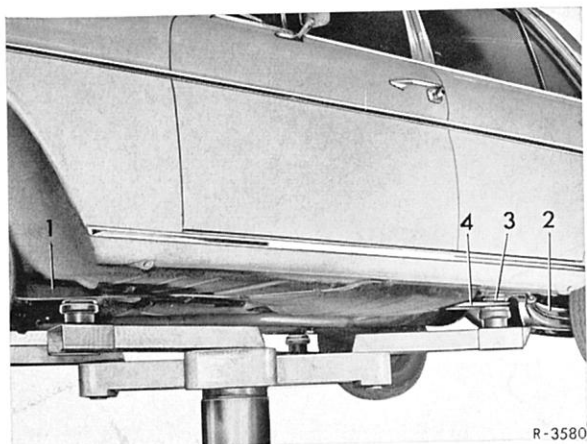

Bild 0-6/4
An der Vorderachse Aufnahmeklötze an den inneren Rahmen-Längsträgern (1), an der Hinterachse an den Abstützplatten (4) der vorderen Lagerung des Hinterachsträgers (3) ansetzen (Bild 0-6/4 u. 5).